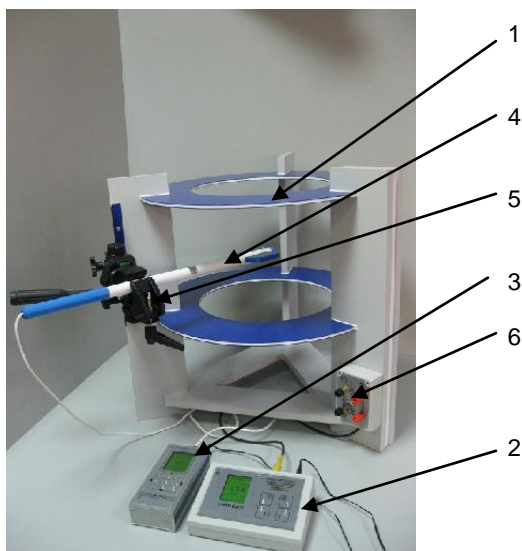

Рисунок 1.
5.2.1. Внешний вид установки представлен на рис.1, где 1- кольца Гельмгольца (кольца), 2- измеритель МОУУ, 3- компаратор поля с антенной -4, 5- координатное устройство.